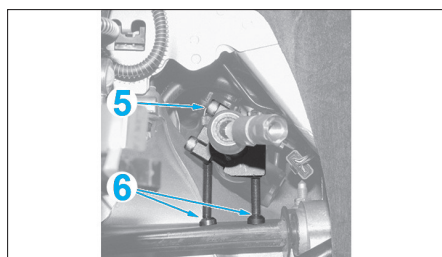

Fig. 13
- Serrer les 4 vis (5) de l'outil [1] (Fig.13).
- Mettre les 2 appuis (6) au contact du bras inférieur de suspension.